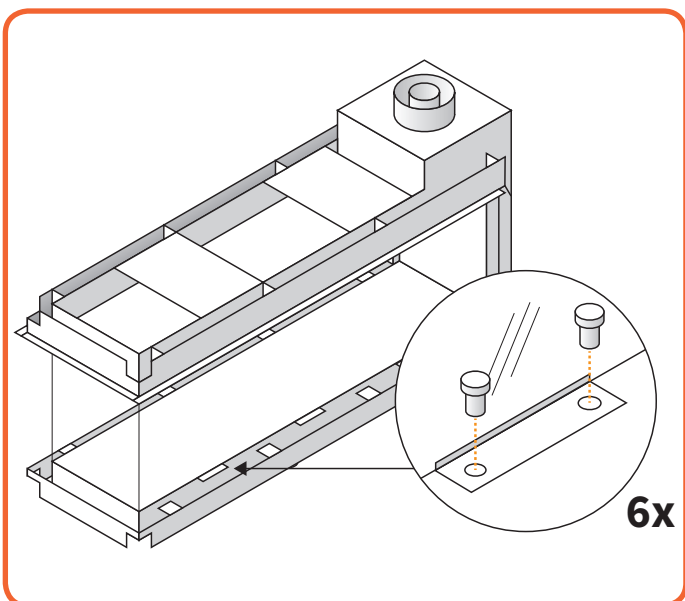

Figure 10.11 - Retirer les pinces de fixation de la vitre
- Retirer les pinces de fixation de la vitre. (Voir **Figure 10.11**)